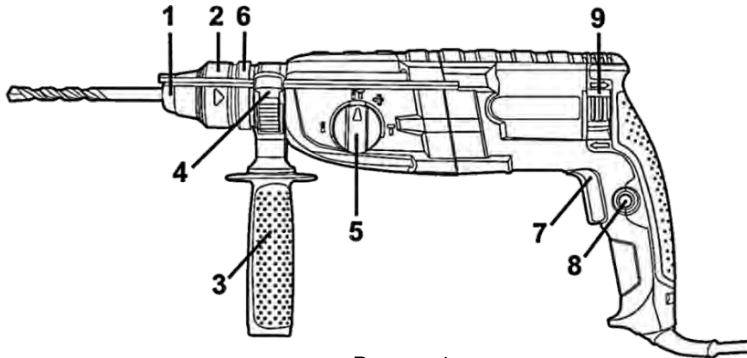

Рисунок 1
4.1 Виберіть необхідний режим роботи виробу за допомогою перемикача (5) (див. рисунок 1, таблицю 1). При необхідності встановлення свердильного патрону з хвостовиком SDS-plus, – встановіть його в патрон SDS-plus замість бурів.
4.2 Для увімкнення виробу натисніть на курковий важіль перемикача (7) (рис.1). Для відключення виробу слід курок відпустити.